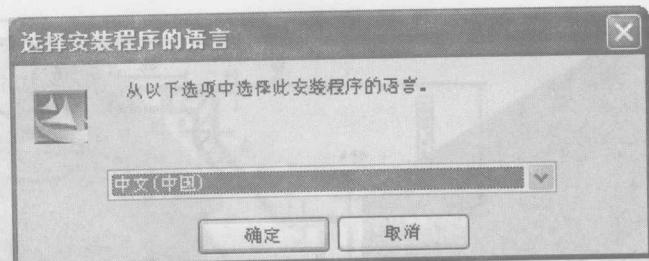

图 1-9 安装程序语言选择
- (2) 选择安装语言的种类，单击“确定”按钮，如图 1-9 所示。